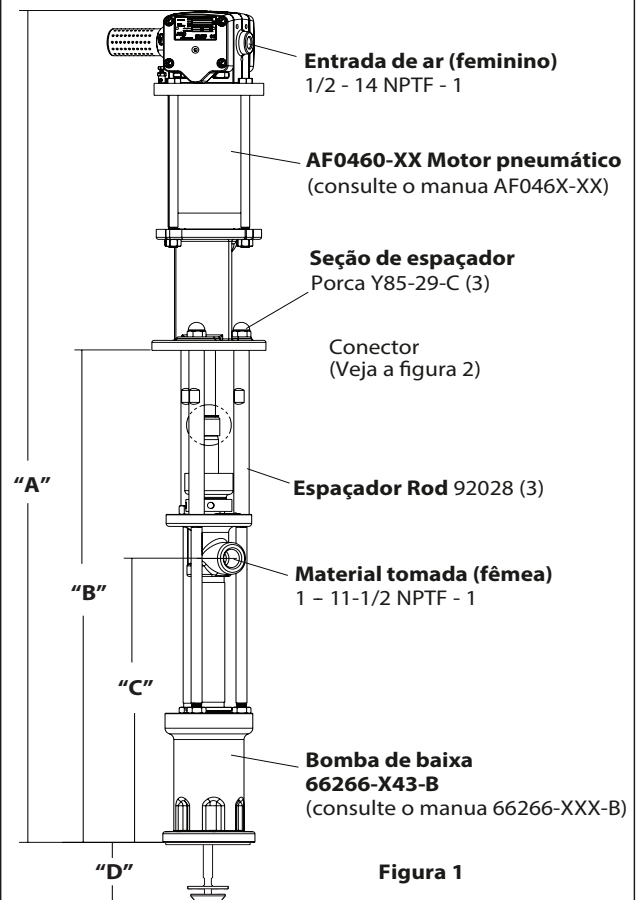

Figura 1
- Remova as três porcas (Y85-29-C) das três hastes espaçadoras (ver figura 1).